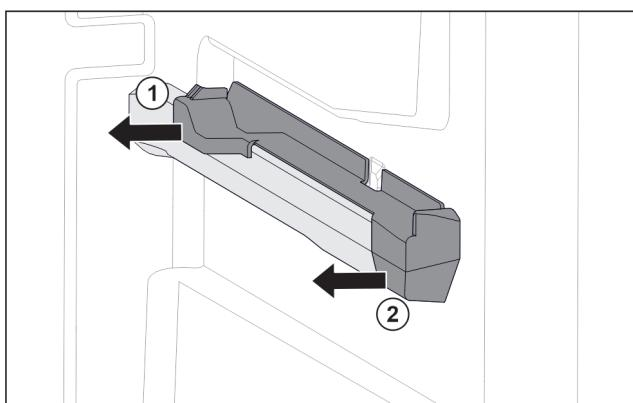

Fig. 68 Вставная часть на правом контейнерном ребре
- Отодвигите вставную часть сзади в сторону. Fig. 68 (1)
- Отодвигите вставную часть спереди в сторону. Fig. 68 (2)